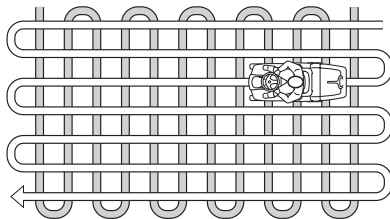

Рис. 22
- Внешний вид газона будет лучше, если скашивание осуществляется попеременно в двух направлениях (Рис. 22).